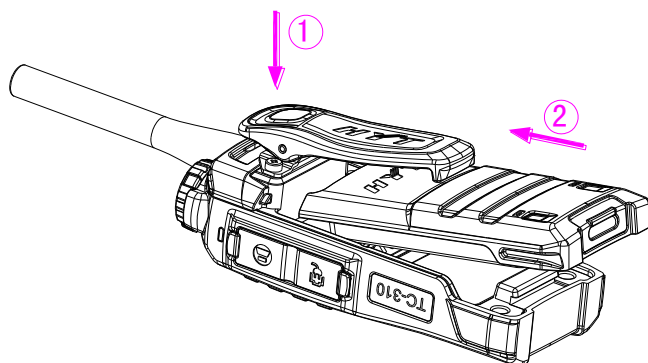

图 1
1. 一手握住对讲机主体上部，沿箭头 ① 所示方向压住皮带夹顶部，使皮带夹尾部翘起；一手握住电池下端，沿箭头 ② 所示方向斜向推进电池。如图 1 所示。